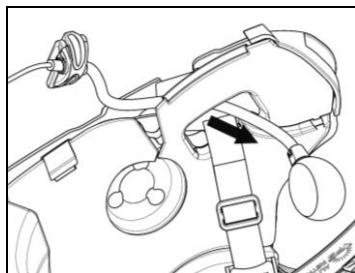
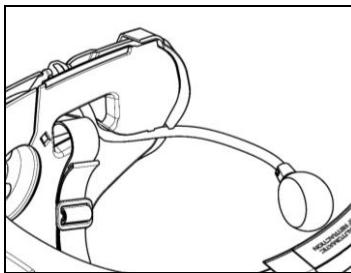

Abb. 12
Abb. 13
- Führen Sie das Mikrofon ins Innere der Öse (Abb. 12) und bringen Sie es im eigens dafür vorgesehenen ausgesparten Bereich an, indem Sie den Mikrofonaram in die am Rahmen für die Befestigung des Kinnbügels vorhandene Rille einführen (Abb. 13).